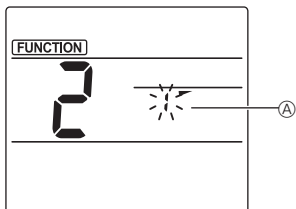

Fig. 3-2
② Выбор номера дефлектора (Fig. 3-2)